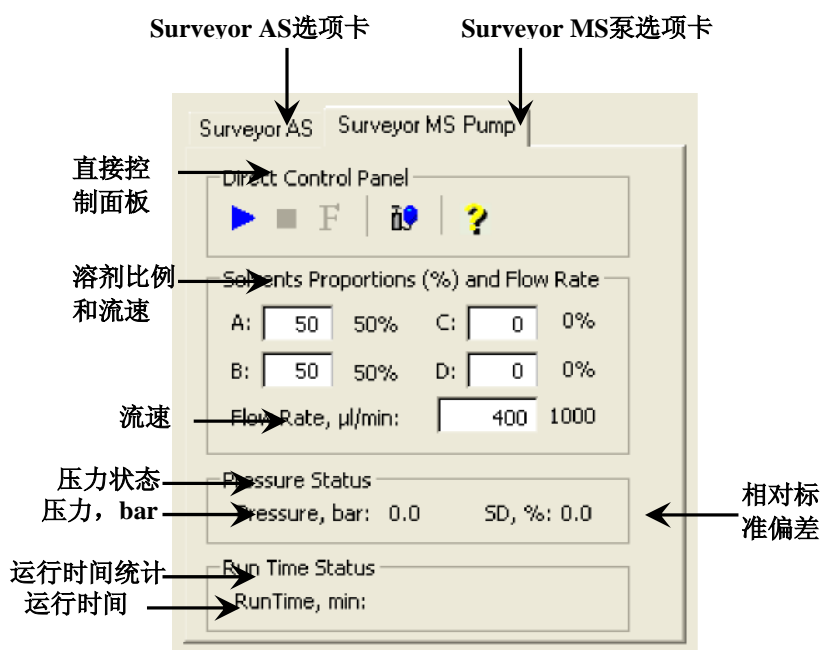

图4-9. 入口直接控制视图，图中显示泵为关闭状态
- a. 在Control / Scan Mode（控制/扫描模式）工具栏点击AS/LC Direct Control（AS/LC直接控制）按钮，在工作区域右上角显示Inlet Direct Control（入口直接控制）视图，见图4-9。